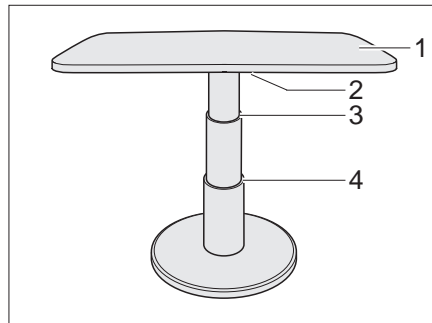

Bild 99 Hubtisch der Rundsitzgruppe
- Den Verriegelungshebel (Bild 99,2) nach links schwenken. Die Verriegelung ist offen.
- Die Tischplatte (Bild 99,1) in der Mitte bis zum gewünschten Anschlag (Bild 99,3 oder 4) nach unten drücken und gedrückt halten.